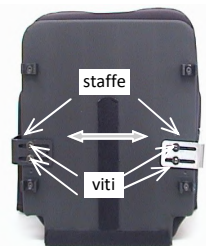

fig. 18.1: Regolazione larghezza sedile tramite staffe di attacco dei contenitori
• Regolazione larghezza sedile (fig. 18.1)